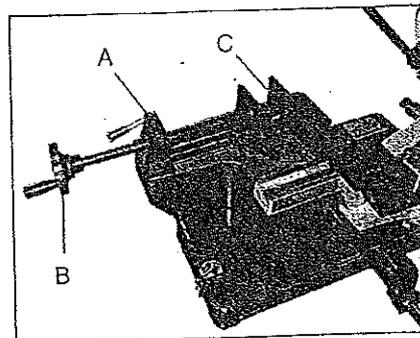

Fig.2
1. Levante el mango (A) en Fig. 2, después podrá mover el tornillo hacia delante y hacia atrás con facilidad presionando o tirando de la rueda manual (B) al final de la base.
2. Presione la mordaza del tornillo (C) hacia la pieza de trabajo, y muévala tan cerca como sea posible contra la mordaza del tornillo fija.
4. Gire la rueda (B) en el sentido de las agujas del reloj para apretar y asegurar el tornillo.